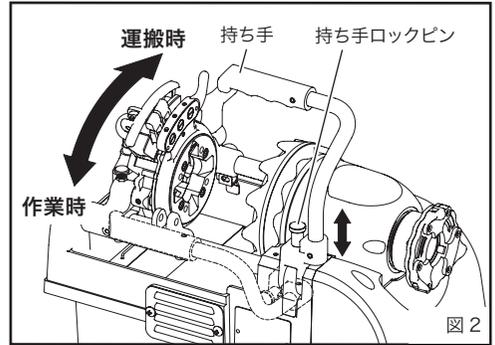

図 2
## 1. マシンの運搬 (図 2)
- ・ねじ切りなどの作業時は必ず持ち手を図 2 の作業時の位置にしてください。